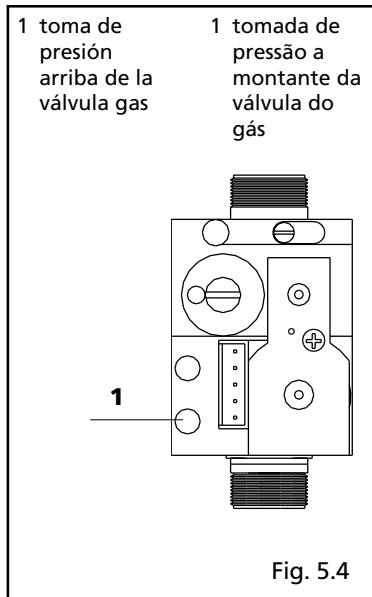

Fig. 5.4
- Desenroscar por unas dos vueltas el tornillo de la toma de presión arriba de la válvula gas (fig. 5.4) y conectar el manómetro
- Desaparafuse, dando cerca de duas voltas, o parafuso da tomada de pressão a montante da válvula do gás (fig. 5.4) e conecte o manômetro